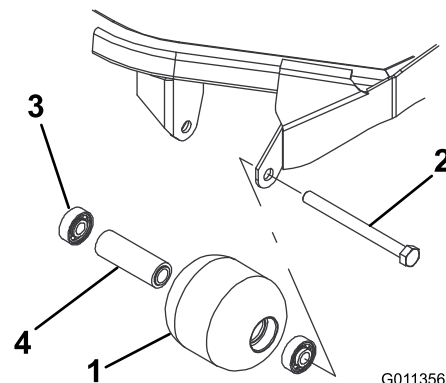

Figura 87
1. Retire el perno de montaje del rodillo (Figura 87).
4. Inspeccione el alojamiento del rodillo, los cojinetes, y el espaciador del cojinete (Figura 87) Sustituya cualquier componente dañado y móntelos.
1. Introduzca a presión el primer cojinete en el alojamiento del rodillo (Figura 87). Haga presión solamente sobre el anillo de rodadura exterior, o de forma igual sobre el anillo exterior y el interior.
2. Introduzca el espaciador (Figura 87).
3. Introduzca a presión el segundo cojinete en el alojamiento del rodillo (Figura 87). Presione de manera uniforme sobre el anillo de rodadura interior y el exterior hasta que el anillo de rodadura interior entre en contacto con el espaciador.